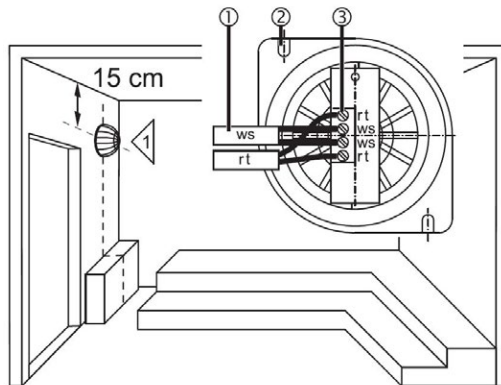

Abb. 3 Montage Ofenfühler F1
1. Schließen Sie die Leitungen (Abb. 3 / Pos. 1) wie bei (Abb. 3 / Pos. 3) gezeigt am Ofenfühler an.
2. Befestigen Sie den Ofenfühler mit den beiliegenden Schrauben, mittig über dem Saunaofen, mit einem Abstand von 15 cm zur Decke, an der Wand. Die Schrauben werden durch die Öffnungen (Abb. 3 / Pos. 2) geführt.
2. Entfernen Sie eine der roten Leitungen des Sicherheitstemperaturbegrenzers (STB) (Abb. 3 / Pos. 3). Danach muss die Steuerung den STB-Fehler (E-tS) am Display zeigen und der Ofen muss automatisch ausgeschaltet werden außerdem ertönt ein akustisches Signal.
3. Entfernen Sie eine der weißen Leitungen des Ofenfühlers F1 (Abb. 3 / Pos. 3). Danach muss die Steuerung den Ofenfühler-Fehler (E-F1) am Display zeigen und der Ofen muss automatisch ausgeschaltet werden außerdem ertönt ein akustisches Signal.